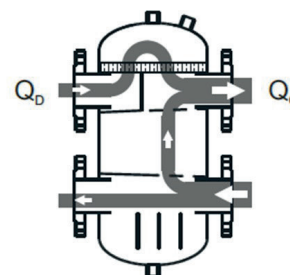

Fig 3
- Abb. 3 – Aufgrund von erhöhtem Wärmebedarf steigt der Durchfluss auf der Sekundärseite. Dies führt zu einer verringerten Temperatur auf der Primärseite, wodurch die Wärmequelle das Signal erhält, die Leistung zu steigern.